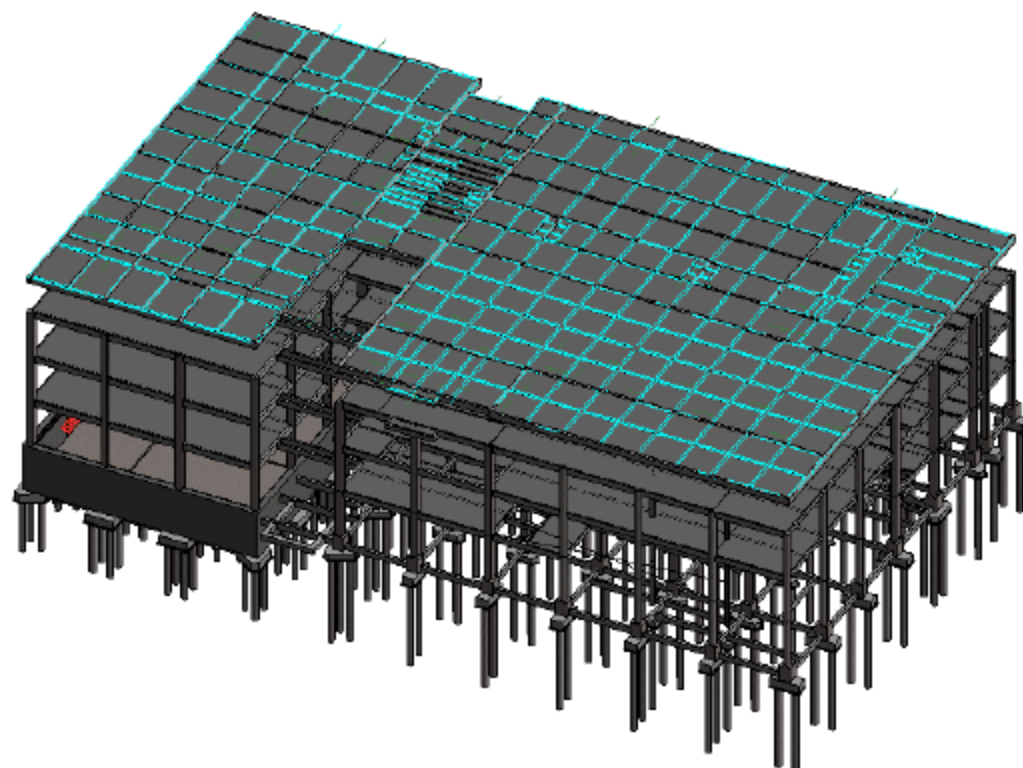

图 5.2.2 确认项目信息
(2) 确认项目信息。选择“视图”→“三维视图”→“默认三维视图”命令，进入如图 5.2.2 所示的三维界面，观察并确认信息。